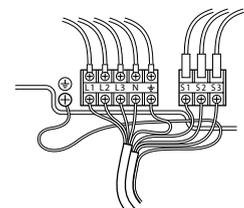

Fig. 6-2
6.1. Utomhusenhet (Fig. 6-1, Fig. 6-2)
- 2 Hänvisa till Fig. 6-1 och Fig. 6-2 när kablarna dras.